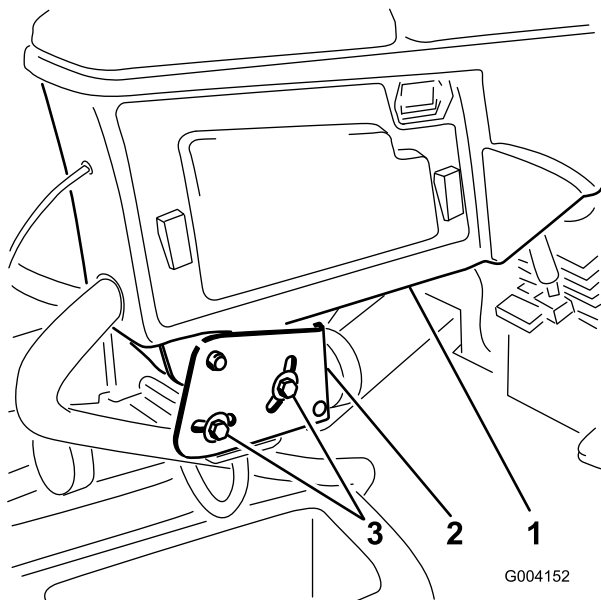

Figure 2
1. Desserrez les 2 boulons de fixation du bras de commande à la patte de retenue (Figure 2).